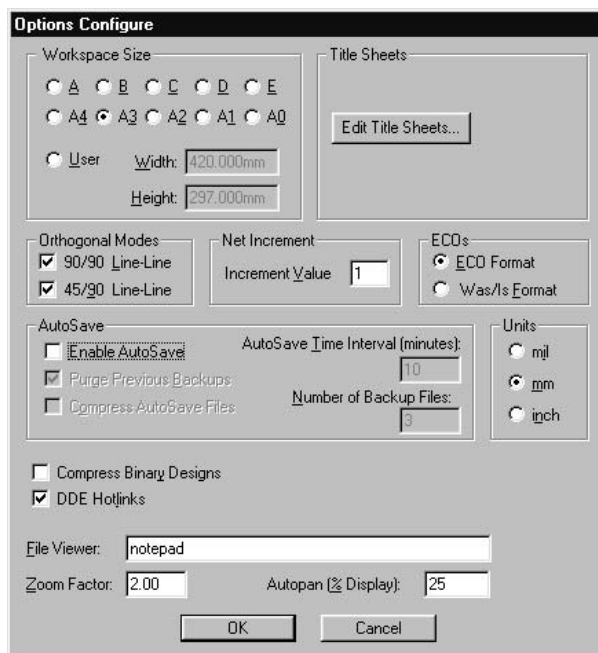

Рис. 5.2.1
- В меню **Options** щелкнуть ЛК по строке **Configure**. Появится диалоговое окно **Options Configure**. В области **Workspace Size** «выбрать» формат A3 или через кнопку **User** в окне **Width** задать размер 420 мм, а в окне **Height** 297 мм. В поле **Units** установить миллиметры – mm, как основную систему единиц (рис. 5.2.1). Нажать кнопку **OK**.